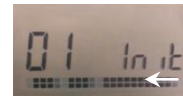

Fig. 2
- 2 cuadrados se desplazan por el gráfico (Fig 2), indicado una señal correcta "rf init"